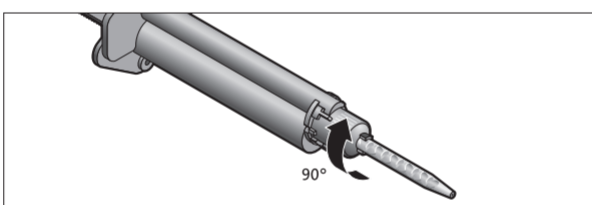

Fig. 05
6. Den Smartmix-Tip durch Drehen um 90° im Uhrzeigersinn arretieren (Fig. 05).